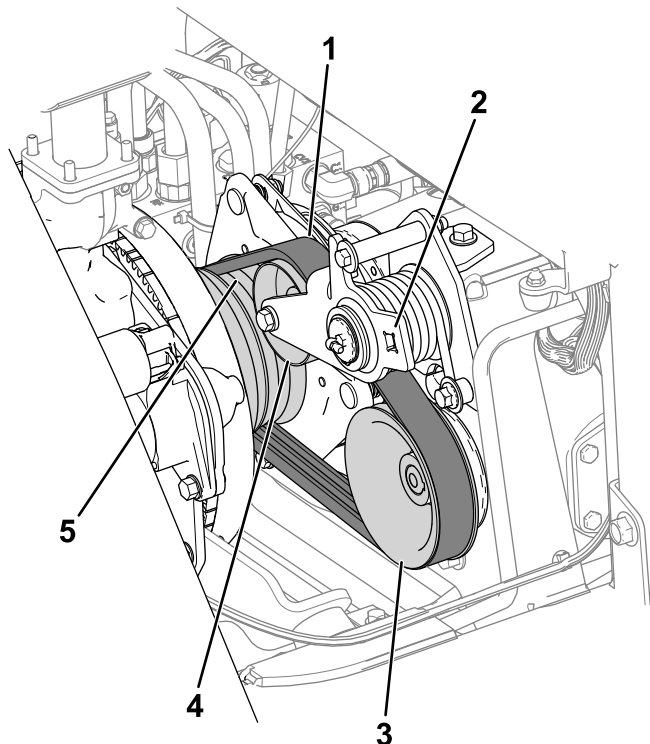

Figura 78
3. Passe a correia por cima da polia do motor, da polia intermédia e da polia da bomba (Figura 78).